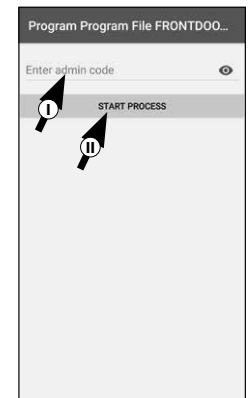
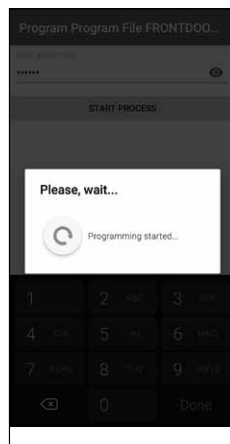

Abb. 93
Abb. 94
- ⑫ Anschließend geben Sie den Administrator Code des zu programmierenden Schlosses ein (I) (Abb. 94) und bestätigen die Eingabe in dem Sie auf den Button START PROCESS tippen (II) (Abb. 93).
13 Wenn der Administrator Code akzeptiert wurde, fängt die Übertragung der Programmierdatei zum Schloss an (Abb. 94)